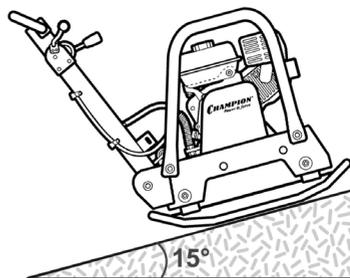

Рис. 13 Максимальный угол наклона виброплиты
14. Будьте предельно внимательны при работе на склонах и откосах. Максимальный угол наклона не должен превышать 15° (Рис. 13), в зависимости от состояния грунта. Угол наклона измеряется, когда виброплита стоит на твердой ровной поверхности и бак заполнен топливом.